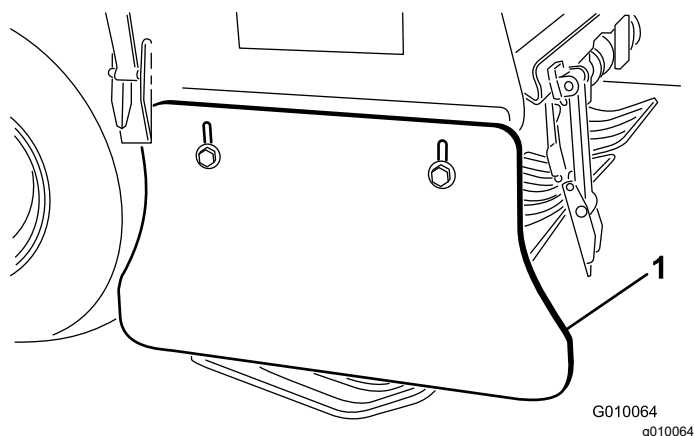

**Figura 172**
2. Allentate le viti a testa cilindrica e i dadi di bloccaggio flangiati che fissano lo schermo laterale al telaio della testa di carotaggio (Figura 172).